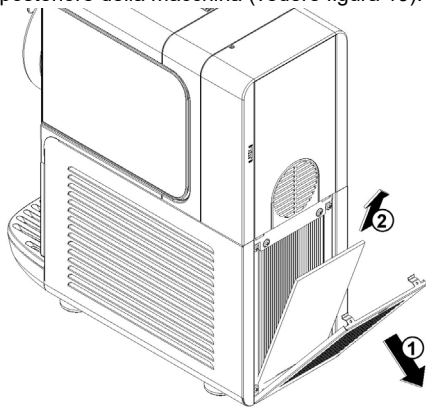

figura 19
**6 Ogni mese:** eliminare la polvere accumulata sul filtro del condensatore posto sul lato posteriore della macchina (vedere figura 19).